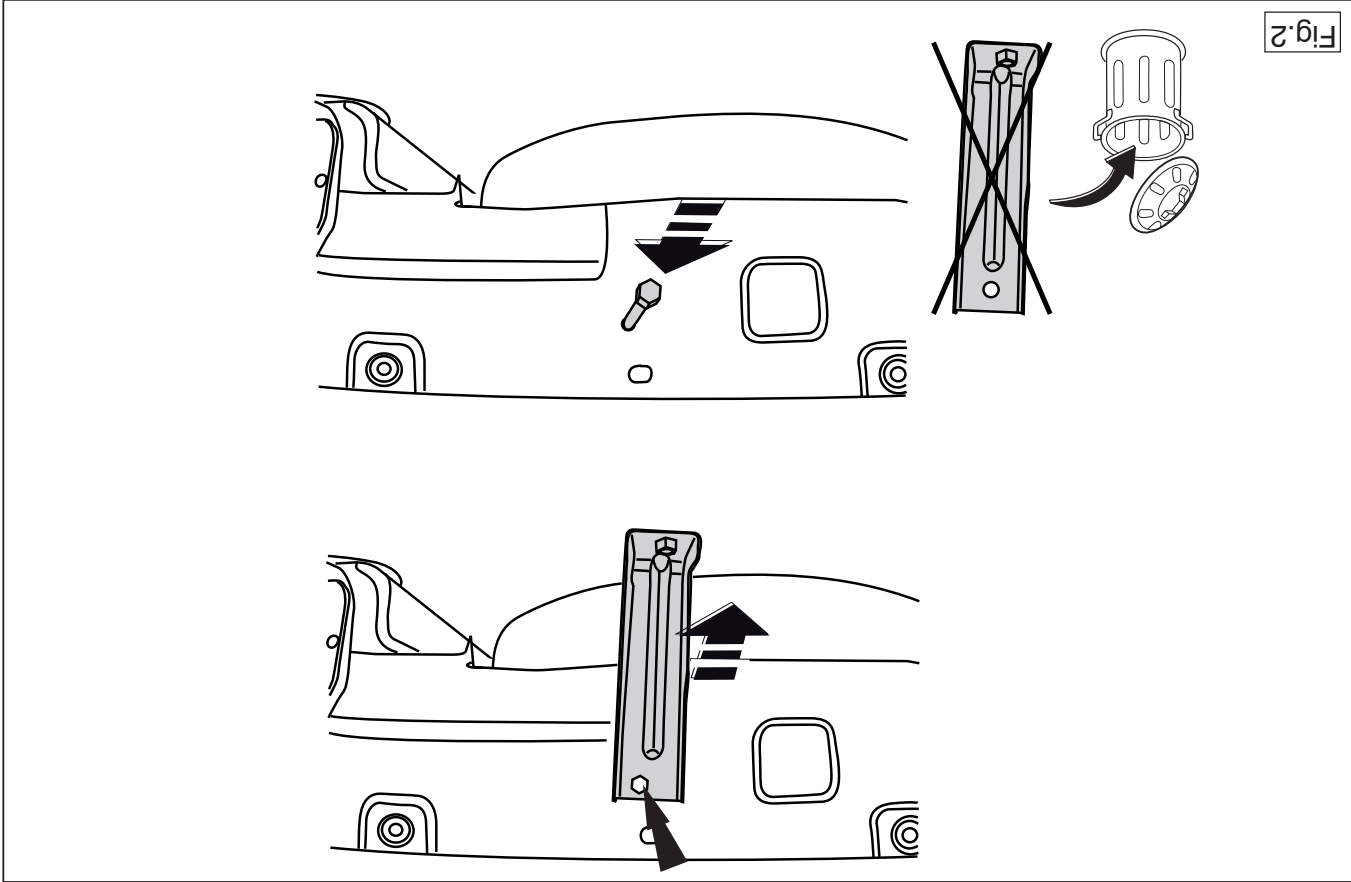

Fig.2
3. Remove the bumper support. See figure 2.
3. Die Stoßstangenhalterung abmontieren. Siehe Abbildung 2.
3. Снять кронштейны бампера. См. рисунок 2.